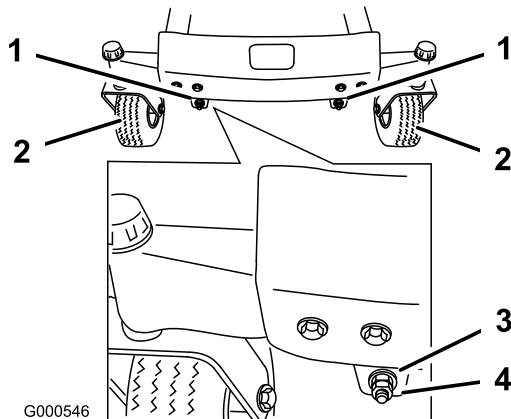
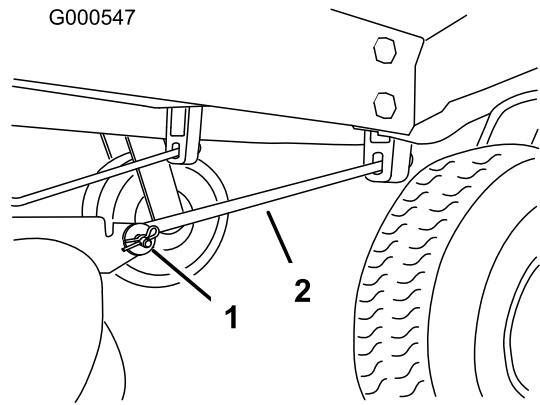

Figura 56
Figura 57
11. Para ajustar la inclinación longitudinal, retire las contratueras y luego gire las tuercas de ajuste de la parte delantera del cortacésped (Figura 56).
13. Después de ajustar en la misma medida ambas tuercas de ajuste, verifique de nuevo la inclinación longitudinal. Siga ajustando las tuercas hasta que la punta de la cuchilla más avanzada esté entre 1,6–7,9 mm más baja que la punta de la cuchilla más atrasada (Figura 56).
Nota: Después de ajustar las tuercas de ajuste, asegúrese de que no hay ninguna holgura en ninguna de las varillas (Figura 57). Apriete cualquiera de ellas para eliminar la holgura, si la hubiera (Figura 56).
4. Retire el pasador de horquilla y la chaveta de la varilla de soporte delantera de cada lado del cortacésped (Figura 57).
8. Conecte las varillas de soporte delanteras a la máquina con los pasadores y las chavetas (Figura 57).